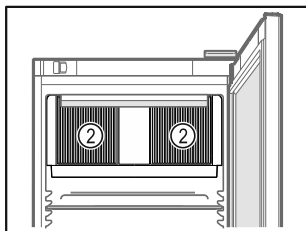

Fig. 53
- Větrací otvory Fig. 53 (2) oběhového vzduchového čerpadla ve vnitřním prostoru udržujte volné.